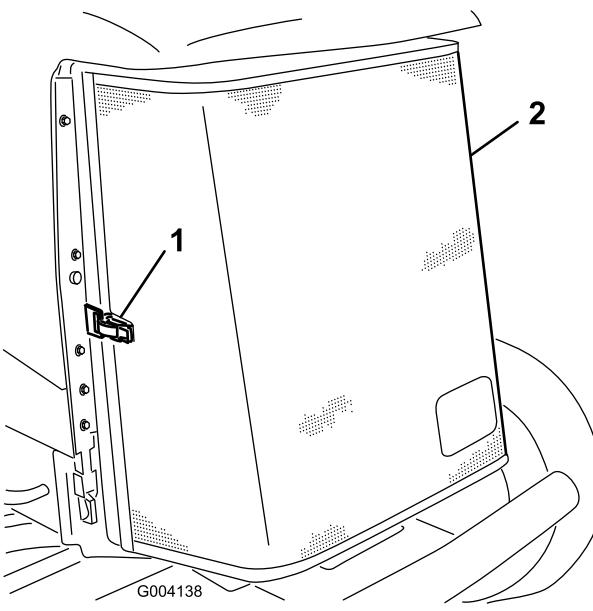

Bild 61
3. Entriegeln Sie den Riegel und drehen Sie das hintere Gitter auf (Bild 61).